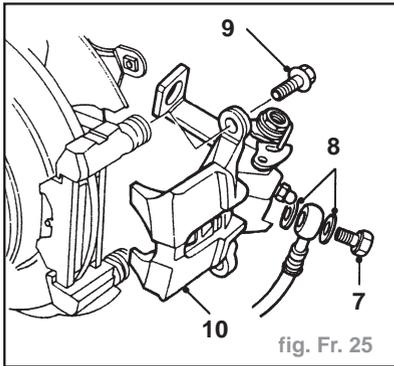

fig. Fr. 25
- Déposer l'axe de chape (4).
- Enlever l'attache de câble de frein à main (5) et dégager le câble de la butée.
- Enlever le boulon (7) de raccord banjo du flexible de frein (fig. Fr. 25).
- Jeter les 2 rondelles d'étanchéité (8).